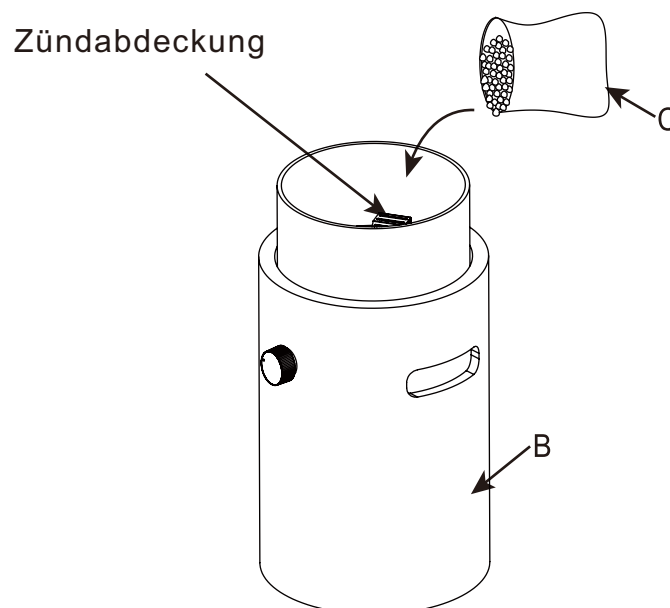

Abbildung 5
4. Legen Sie die Lavasteine (C) in den Feuerkorb (B). Es werden ca. 0,5 kg Lavasteine benötigt (siehe Abbildung 5).